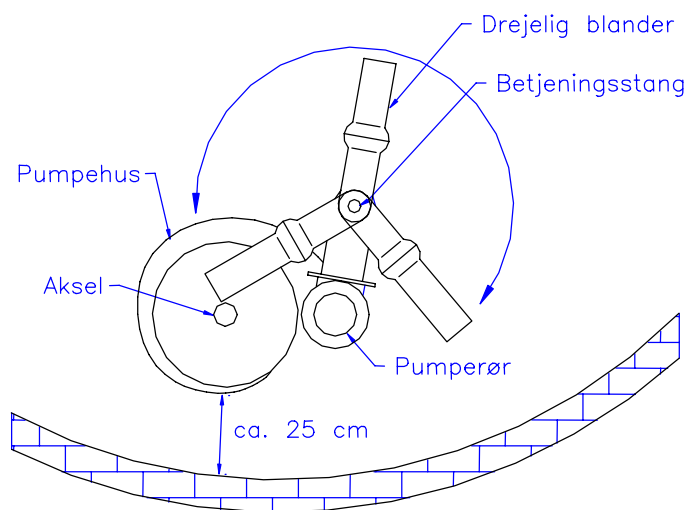
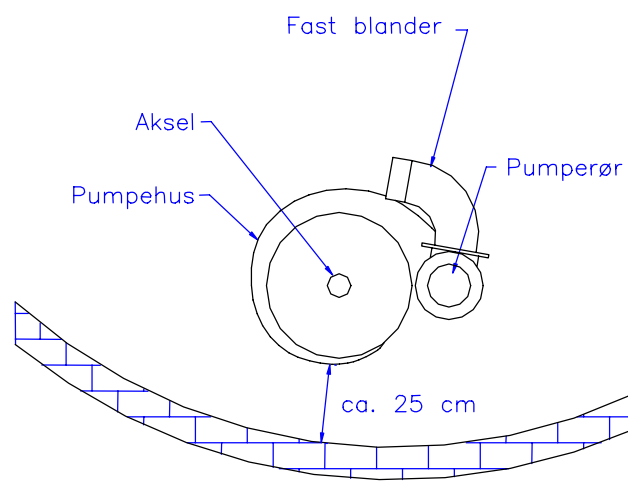

Fig.1 Pumpe med drejelig blander
Fig.2 Pumpe med fast blander
- a) Pumpen skal placeres således at pumpehuset er **ca. 25 cm** fra kanten. Ved pumper med drejelig blander skal studsene pege ind mod midten af tanken, så studsene kan drejes til begge sider i tanken (**se fig.1**). Hvis pumpen har fast blander skal studsene pege ud langs siden i kanten (**se fig.2**), så gyllen kan pumpes rundt og dermed give en god opblanding i tanken.